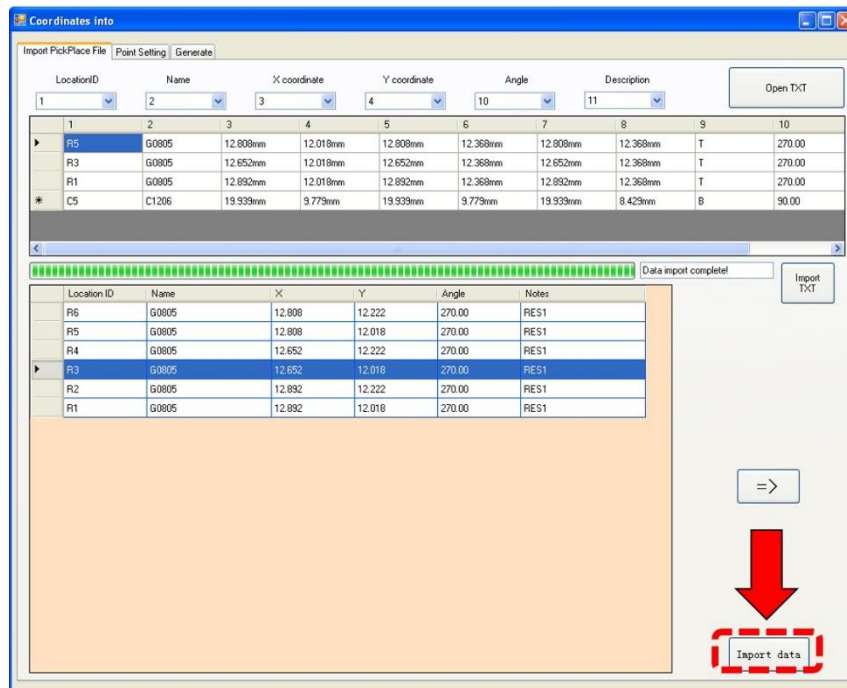

Figura 38. Señalización del botón **import data** en la ventana.
9. Espere a que culmine el proceso y pulse el botón **import Data** que se indica en la figura 38.